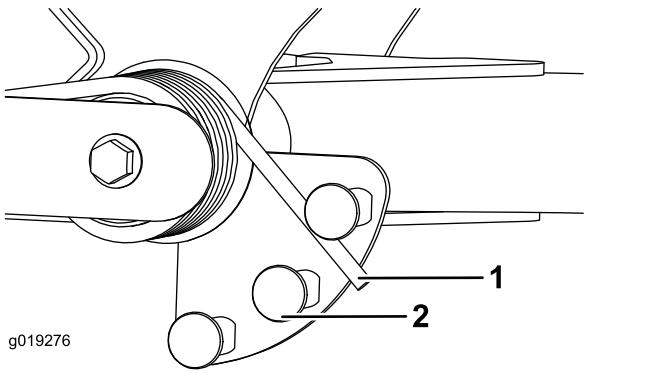

Рисунок 66
2. Вставьте трубу или аналогичный предмет в длинный конец пружины и поверните его вокруг пружинного привода в нужное положение (Рисунок 66).